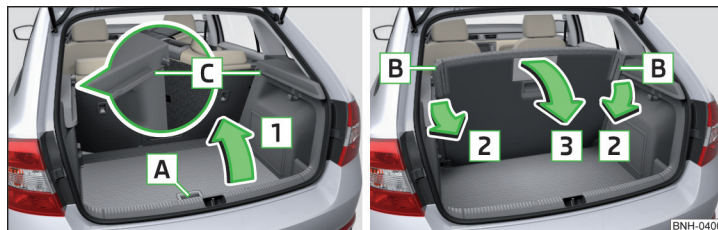

Fig. 96 Ajustar en la posición de estacionamiento / abatir desde la posición de estacionamiento
- Agarrar el suelo de carga variable por el agarradero [A] » fig. 96.
- Presionar sobre las esquinas plegables [B] » fig. 96 situadas a los dos lados del suelo de carga variable en el sentido de la flecha [2] y soltarlas de las posiciones [C].